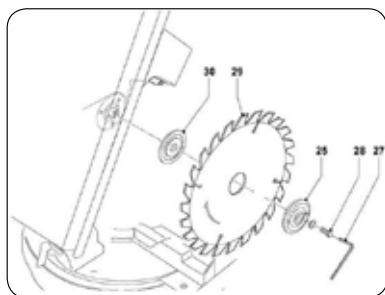

FIGURA 8.7
1. A un determinado tiempo, aplique una gota de aceite a la rosca del tornillo de bloqueo (28). Figura 8.7.